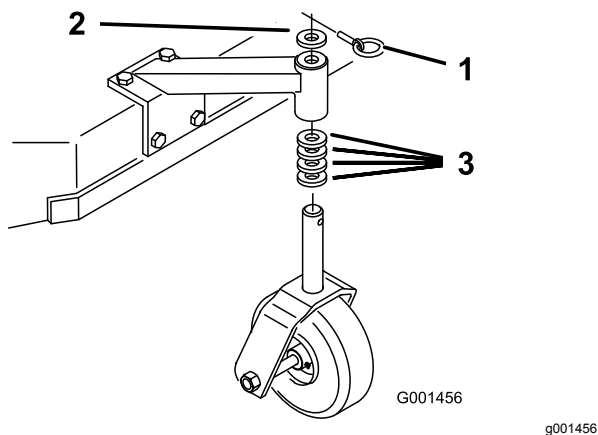

Figura 17
1. Usando la Tabla de alturas de corte \(página 22\), ajuste los espaciadores de las ruedas giratorias según el taladro de eje seleccionado (Figura 17).
2. Retire el pasador, retire la rueda giratoria del soporte y cambie los espaciadores (Figura 17).
3. Instale la rueda giratoria en el soporte e introduzca el pasador (Figura 17).